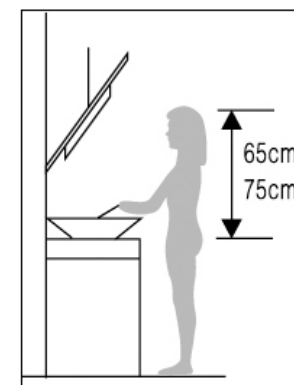

Figura 1
1. Perché possa garantire la massima efficacia, la cappa deve essere installata a una distanza di 65-75 cm (26-30 pollici) dal piano cottura. Vedere figura 1.